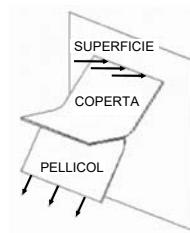
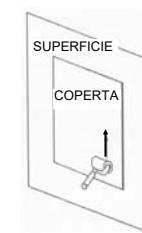

Figura 1:
Figura 2:
- Rimuovere la pellicola (Figura 1 a pagina seguente) e quindi premere il riscaldatore sulla superficie dell'elemento da riscaldare utilizzando un rullo di gomma da medio a duro (Figura 2). Assicurarsi che la coperta sia in contatto con la superficie da riscaldare.